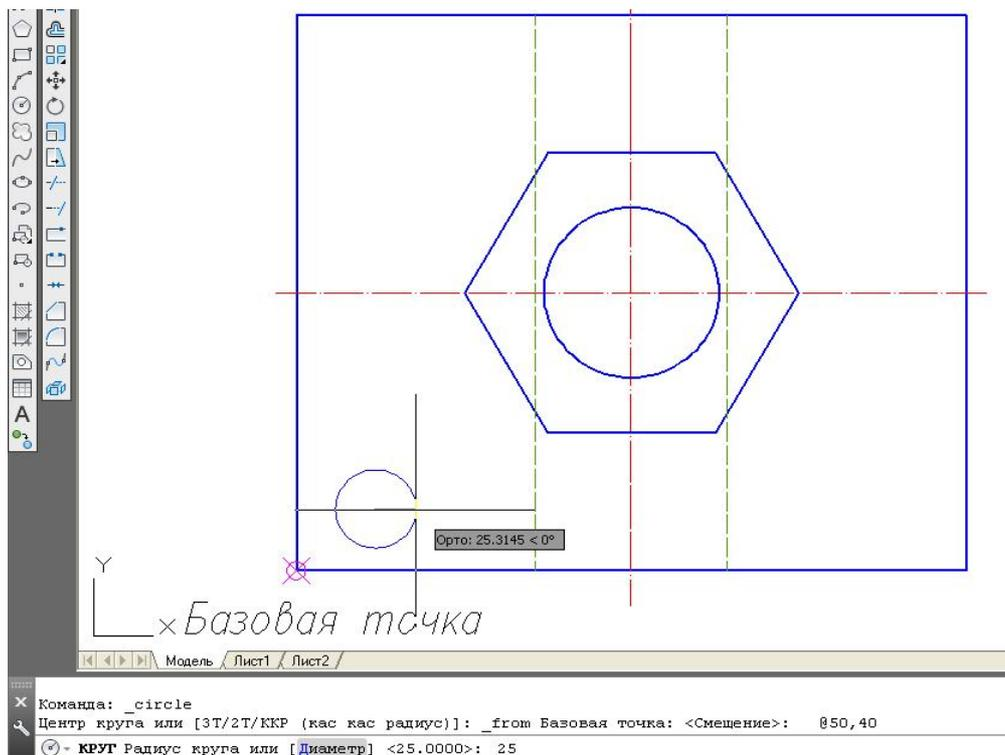

Рис. 65. Использование привязки *Смещение*
3.5. Выполнить крайнюю окружность радиусом 25 мм, как элемент будущего массива, с помощью команд *Рисование* → *Круг* → временная привязка *Смещение*  → ЛКМ на базовой точке (см. рис. 65) → @50,40 ↵ → 25 ↵.
– внутреннюю рамку чертежа вычертить с помощью команды **Прямоугольник** (**Слой 1**). Отвечая на первый запрос ввести координаты 20,5↵. Вторую точку прямоугольника ввести с помощью относительных координат. Для этого использовать привязку **Смещение**  (см. подр. 5.5 и рис. 65) и на запрос о базовой точке указать верхний правый угол внешней рамки чертежа, далее на вопрос о величине отступа ввести значение @-5,-5↵.